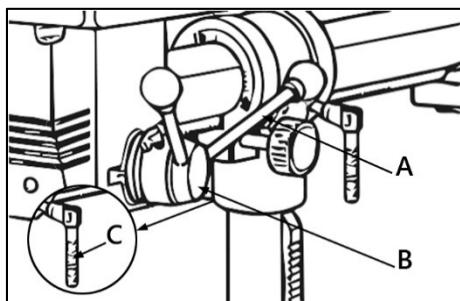

Рисунок 7.
Аккуратно поднимите сверлильную головку (рис. 7), наденьте ее на колонну до упора. Выровняйте головку относительно стола и основания. Затяните рукоятку фиксации (C) на левой стороне кронштейна сверлильной головки.